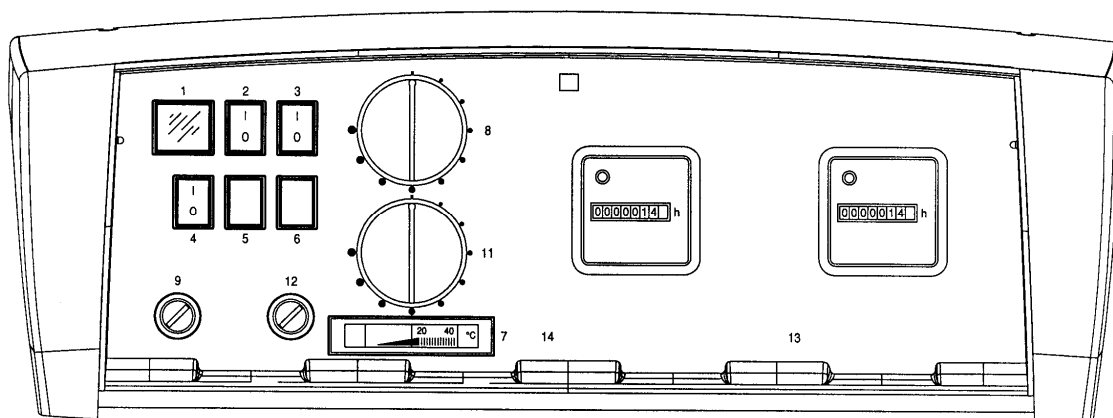

Fig. 4
3.5.1 PANNELLO COMANDO OPZIONALE (Fig. 4)